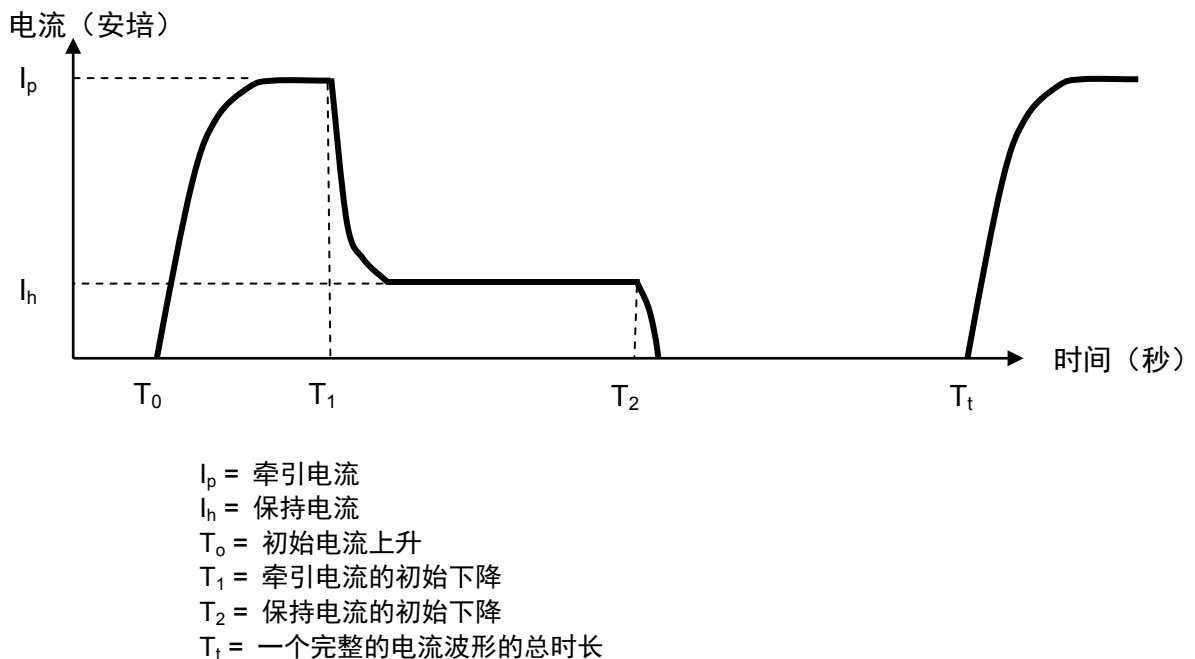

图 A-1. 双层电流波形参数
Woodward 电磁阀标明了输入电流和输入功率的最大额定值。电磁阀持续工作期间不得超过这些额定输入值，以防止超过规定的最大额定环境温度下的线圈温升。这些电磁阀必须由专门设计的可提供周期性双层电流波形的限流驱动器驱动（请参见图 A-1 中的波形示例）。
1. 创建电磁阀应用并定义合适的最坏情况双层电流波形（根据图 A-1 中定义的有助于实现理想电磁阀动态性能的参数）。
2. 电流波形参数按图 A-1 的计算示例所示应用于 EADC 方程。计算出的 EADC 值不得超过电磁阀铭牌上标明的电磁阀额定 EADC 值。